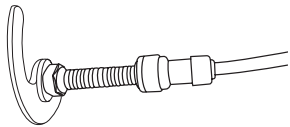

Figura 15.
8. Conecta la manguera flexible para agua purificada desde la tubería del purificador (con manguera PE 1/4") a través del conector recto de 1/4 x 3/8" QC, ver Figura 15.